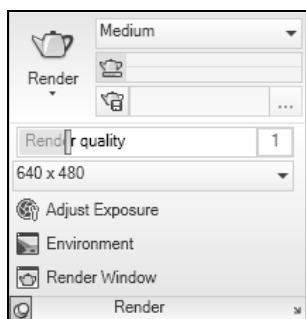

Рис. 14.6. Панель инструментов **Render** на ленте
- Откройте вкладку **Render** (Визуализация) на ленте и перейдите в ней на панель инструментов **Render** (Визуализация) (рис. 14.6).